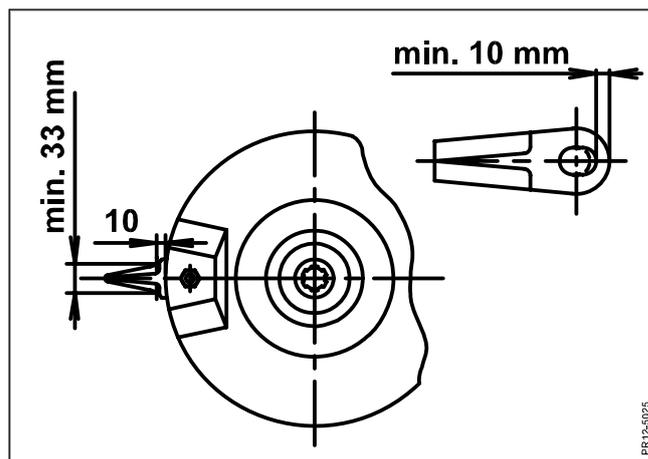

Рис. 6-5
- Рис. 6-5 Ножи необходимо заменить если: